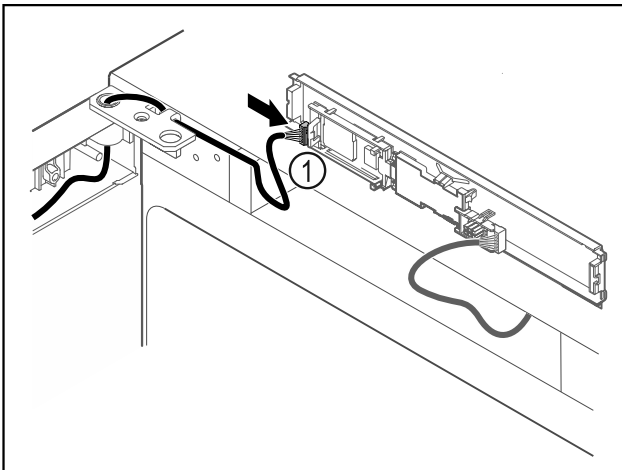

Fig. 58
► Brancher le connecteur Fig. 58 (1) sur la platine.